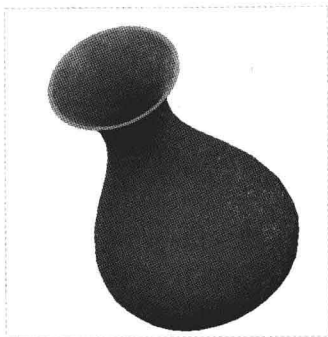

图 7-14 图形文件
Step 01 按【Ctrl+O】组合键,打开图形文件,如图 7-14 所示。